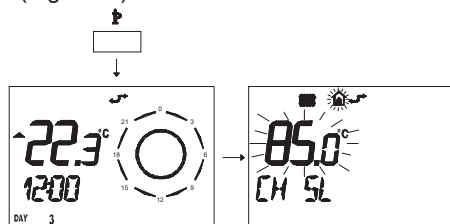

Fig. 5.48
- Pulse durante más de tres segundos el botón para entrar en la modalidad INFO (Fig. 5.48).